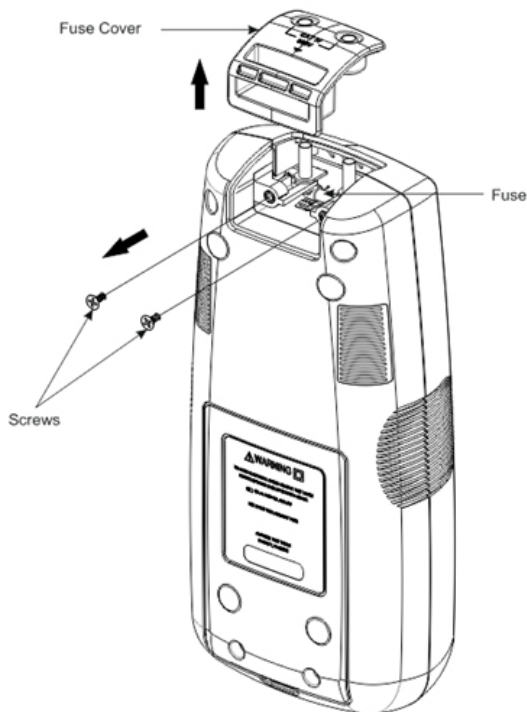

Figura 5.4: Troca do fusível do transmissor
4. Retire a tampa do fusível, puxando-a para cima, como mostrado na figura 5.4.